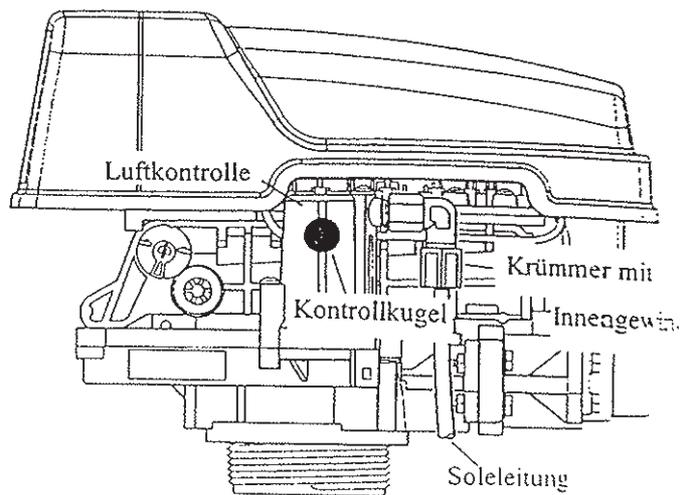

Abbildung 8
2. Stecken Sie einen Schraubenzieher in den Schlitz des Zeigerknopfes (Abb. 8). Drücken Sie den Knopf hinein und drehen Sie ihn solange **GEGEN DEN UHRZEIGERSINN**, bis der Pfeil direkt auf das Wort **RÜCKSPÜLUNG** zeigt.